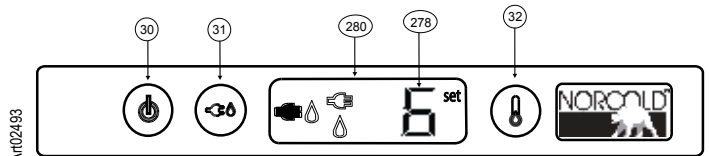

Fig. 12: Ubicaciones de los controles
Presione y suelte el botón de encendido/apagado [30] (fig. 12) para encender el refrigerador.
Presione el botón de AJUSTE DE TEMPERATURA [32] (fig. 12) sin soltarlo para pasar por los ajustes de temperatura, uno tras uno. Cuando aparezca el ajuste deseado de temperatura, suelte el botón de AJUSTE DE TEMPERATURA.
Hay nueve (9) ajustes de temperatura [278] (fig.12).
- El ajuste más tibio de temperatura es el número uno (1).
- El ajuste más frío de temperatura es el número nueve (9).